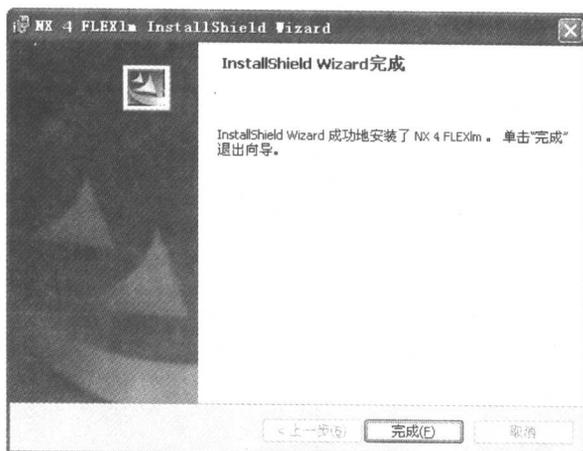

图 1-9 NX 4 FLEXlm 程序安装完成提示界面
(12) 安装过程完成后，出现 NX 4 FLEXlm 程序安装完成提示界面，如图 1-9 所示，表示 UG 服务程序安装完成。